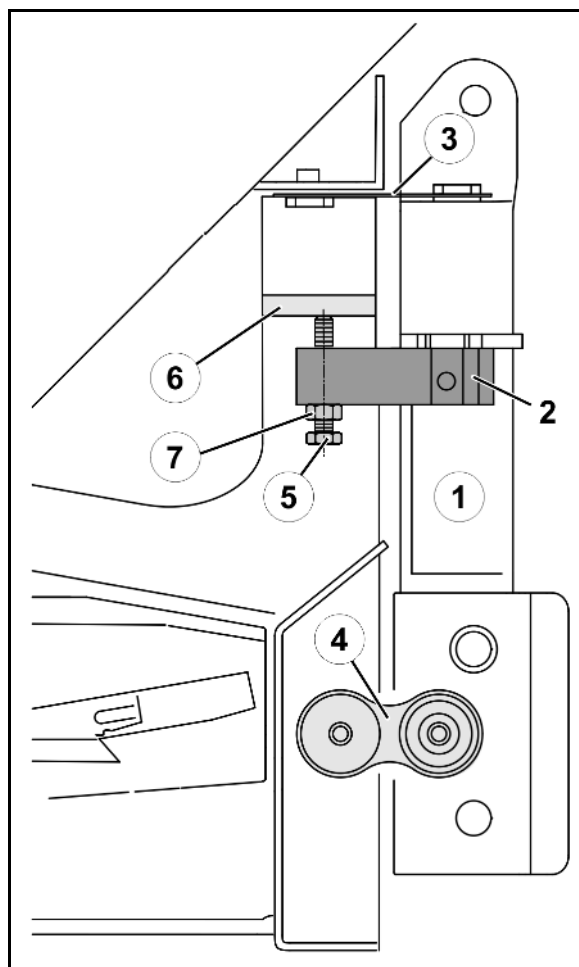

Fig. 78
Nødvendig avstand mellom begrensningsskruene (Fig. 78/1) og veierammen er 2 mm.
1. Løsne kontramutteren (Fig. 78/2)